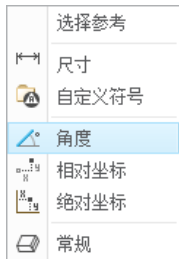

图 4.9.9 快捷菜单
(3) 选取圆心为直线起点，再在空白处右击；系统弹出图 4.9.9 所示的快捷菜单，选择 **角度** 命令，在系统弹出的角度文本框后输入角度值 0，单击  按钮；然后在圆上的参照